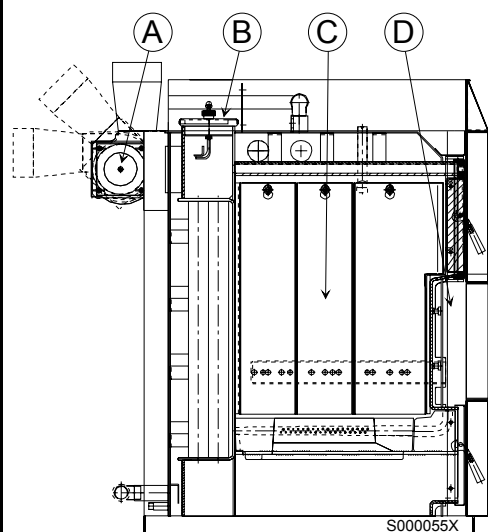

Fig. 1.7
1.7.1 Renseklap (B - fig. 1.7)
I brændselsmagasinet er monteret ekstra plader (C - fig 1.7). 1 gang om måneden skal disse tages ud (løftes lidt op og hægtes af holderen øverst på pladen) og evt. belægninger herunder skal fjernes